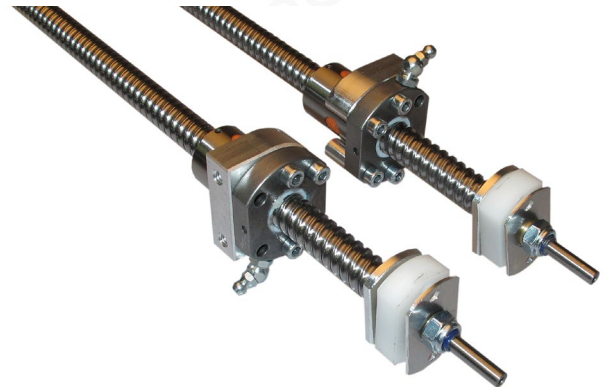

Bild 9: Schmiernippel und Mutterblöcke an den Y-Spindeln.
- Montieren Sie die Mutterblöcke **23** mit jeweils vier Flachkopfschrauben **G1** an den Spindelmuttern. Siehe Bild 9.